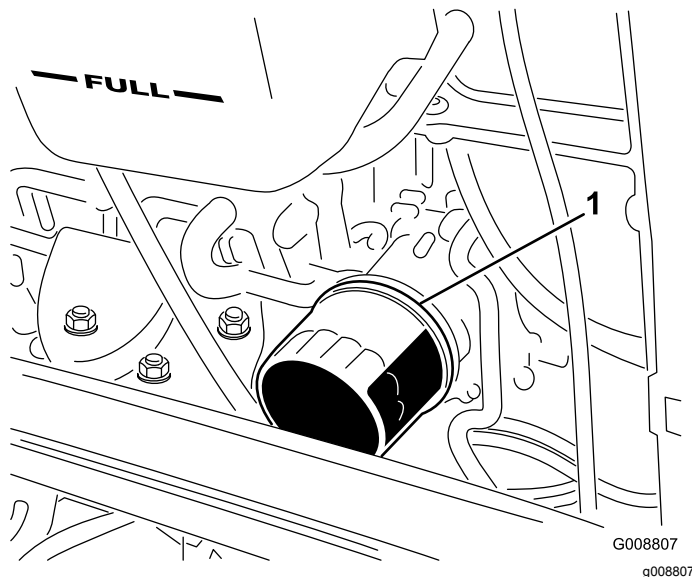

Figura 37
2. Retire el filtro de aceite (Figura 37).